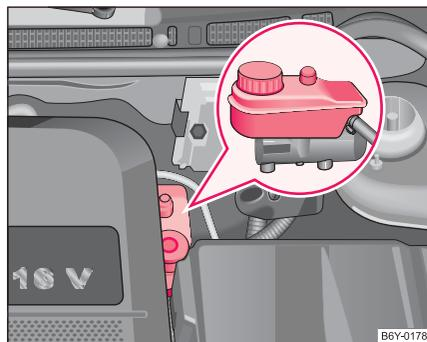

Abb. 130 Motorraum: Bremsflüssigkeitsbehälter
- Prüfen Sie den Bremsflüssigkeitsstand am Behälter ⇒ **Abb. 130**. Der Stand muss zwischen den Markierungen „MIN“ und „MAX“ liegen. ▶